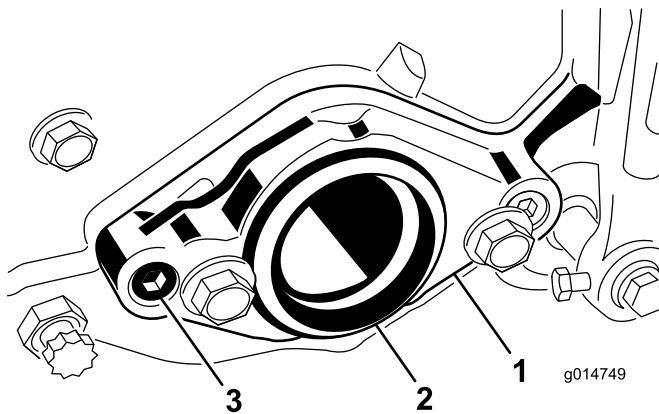

Figura 8
2. Sul lato destro dell'apparato di taglio, rimuovete il tappo in plastica dall'alloggiamento del cuscinetto (Figura 8).
3. Rimuovete le (2) viti a testa esagonale che fissano il supporto motore all'estremità destra dell'apparato di taglio. Rimuovete il supporto motore (Figura 8).
6. Montate il supporto motore sul lato sinistro dell'apparato di taglio con le (2) viti a testa esagonale precedentemente rimosse in Figura 8. Serrate le viti a un valore di 16-20 Nm.